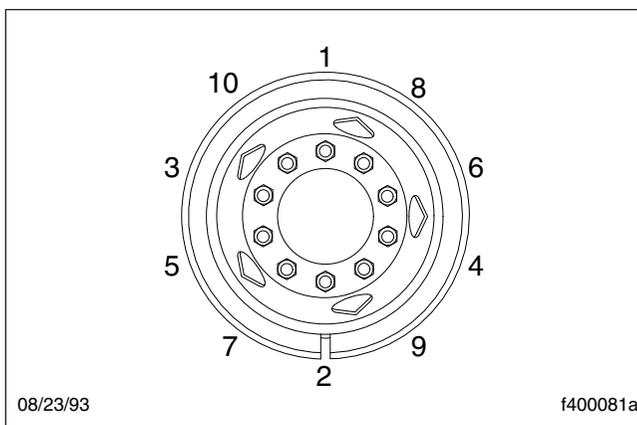
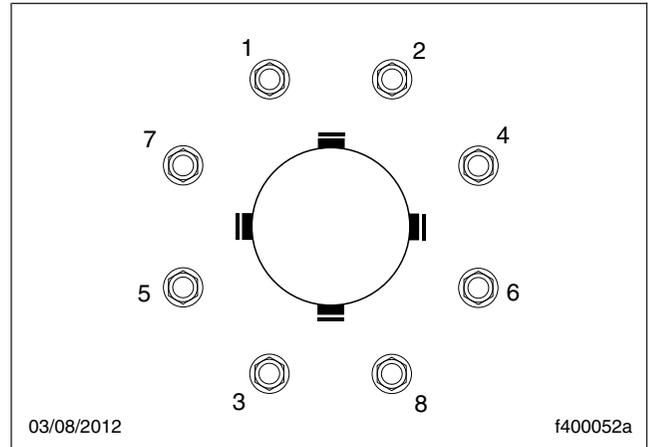

Figura 21.4, Secuencia de apriete, ruedas de 10 orificios
Figura 21.5, Secuencia de apriete, ruedas de 8 orificios
- 4.3 Asegúrese de que todas las tuercas de rueda estén apretadas. Si es necesario apretarlas, use el patrón de apriete de la Figura 21.4 o la Figura 21.5.